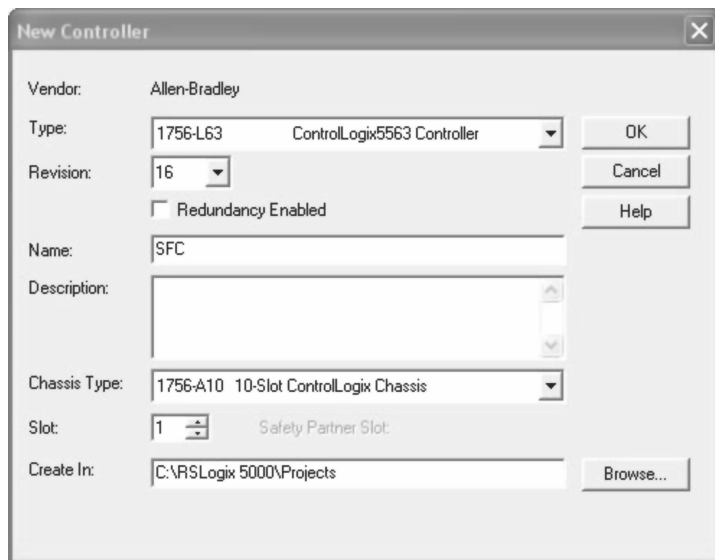

图 14-1 新建项目窗口
2. 使用图 2-1 中信息创建新项目，如图 14-1 所示。